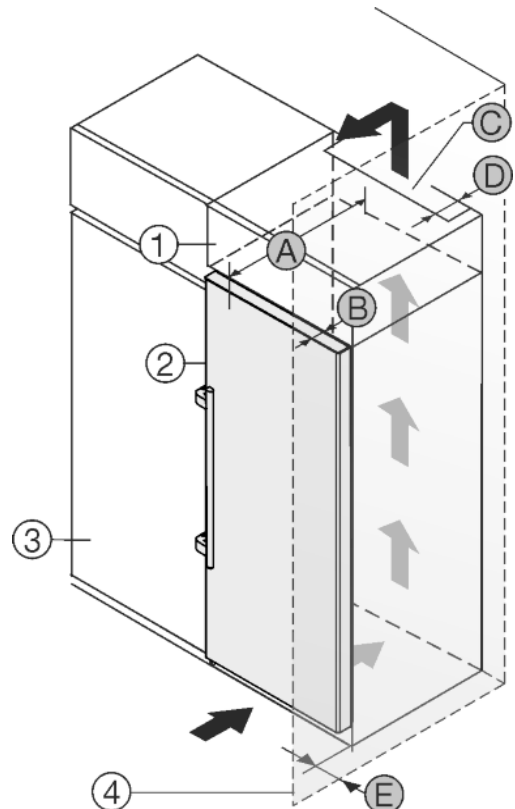

Fig. 24
L'appareil peut être réagencé avec des buffets de cuisine. Pour adapter l'appareil *Fig. 24 (2)* à la hauteur du coin cuisine, une rehausse *Fig. 24 (1)* peut être posée sur l'appareil.
L'appareil peut être installé directement à côté du buffet de cuisine *Fig. 24 (3)*. Pour pouvoir ouvrir complètement les portes, l'appareil doit déborder de la profondeur *Fig. 24 (B)* par rapport à la façade du buffet. L'appareil peut déborder encore plus en fonction de la profondeur des buffets et de l'utilisation de cales d'épaisseur.
- Une sortie d'air avec la profondeur *Fig. 24 (D)* doit être présente au dos de la rehausse sur toute sa largeur.
- La section de ventilation *Fig. 24 (C)* sous plafond doit être respectée.
Si l'appareil avec les charnières est installé près d'une paroi *Fig. 24 (4)*, la distance *Fig. 24 (E)* entre l'appareil et la paroi doit être respectée. Ceci correspond à la saillie de la poignée avec la porte ouverte.